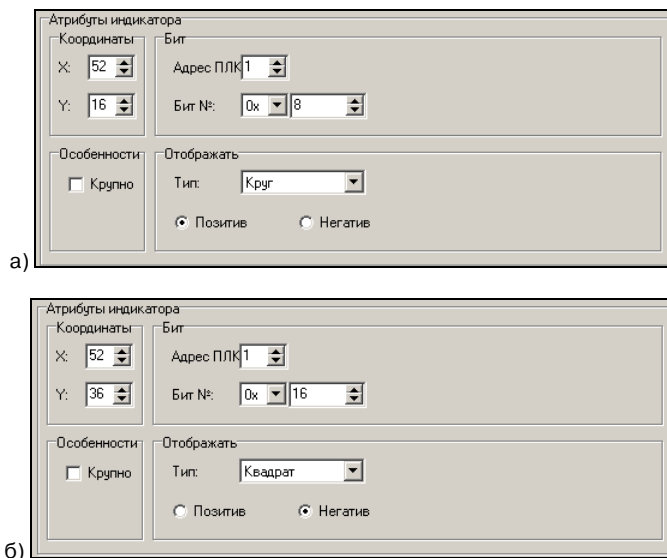

Рис. 7.15. Атрибуты индикаторов (а – «D1», б – «D2»)
- 13.2 Используя элемент «Индикатор», создать поля индикаторов «D1» и «D2». Приемы работы с элементом описаны в п. 4.8. Значения атрибутов индикаторов см. рис. 7.15, а, б.